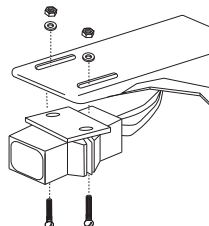

Figure 3
- Attach the cartridge to the headshell using the screws supplied. See Figure 3. Tighten the screws after positioning the cartridge (and headshell weight, if desired) according to one of the methods described below.
3. Den Tonabnehmer mit den mitgelieferten Schrauben am Tonarmkopf befestigen. Siehe **Abbildung 3**. Die Schrauben nach dem Ausrichten des Tonabnehmers (und ggf. des Tonarmkopfgewichts) anhand einer der unten beschriebenen Methoden festziehen.